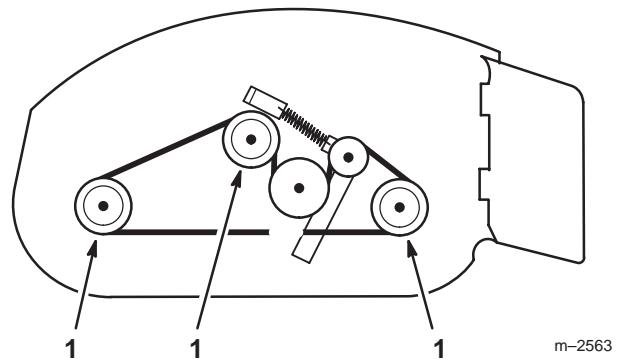

Figure 21
1. Lubrifiez les graisseurs des roulements des trois poulies d'axe (Fig. 21).